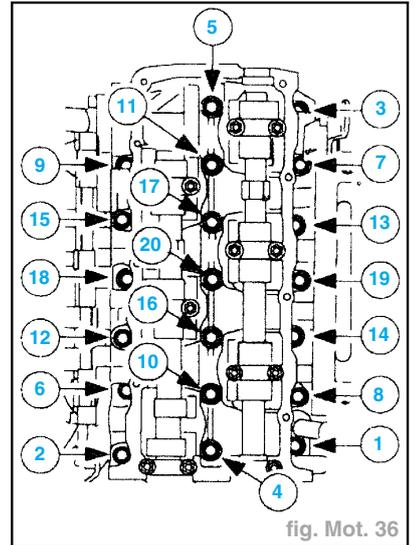

fig. Mot. 36
- Déposer la culasse (fig. Mot. 36) :